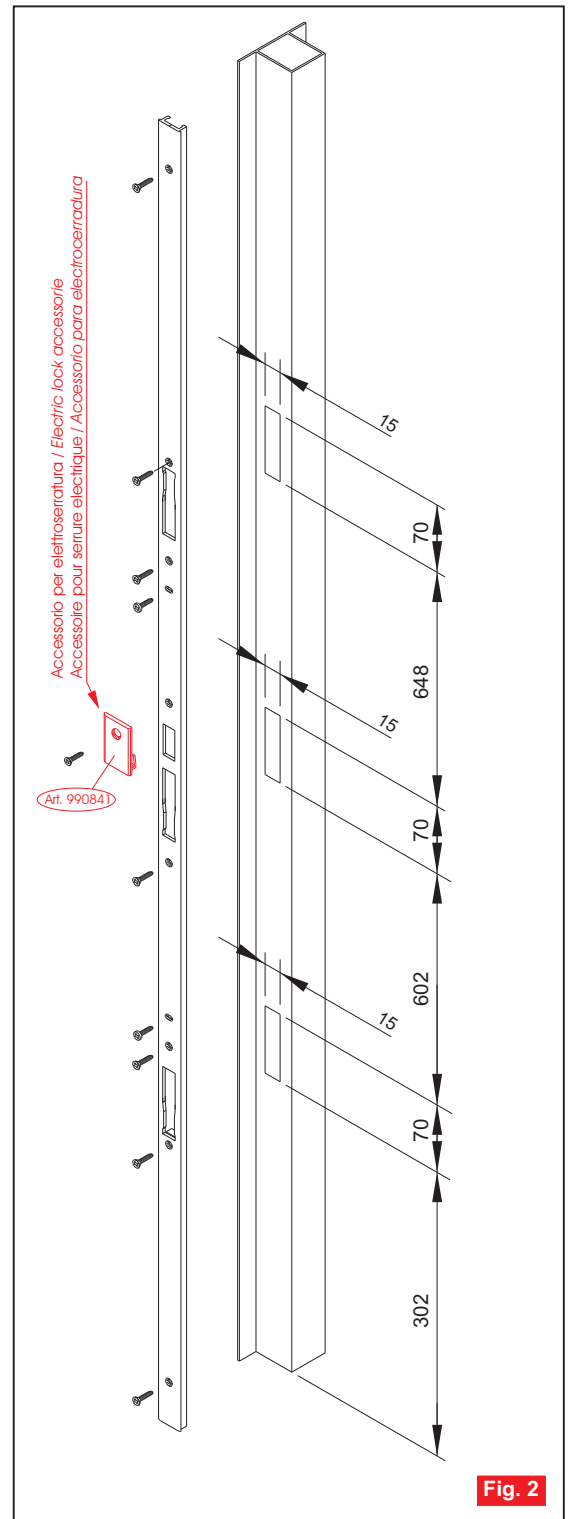

Fig. 2
- Eseguire sul profilo le cave di riscontro per i catenacci della serratura **Fig.2** considerando che le quote riportate corrispondono a una posizione dell'asse cilindro della serratura di 965 mm dalla base del profilo. Se tale quota è stata mantenuta nel montaggio della serratura non è necessario effettuare la rasatura inferiore della contropiastra. In caso contrario sottrarre alla quota 302 mm la differenza tra i 965 mm e la quota effettiva dell'asse del cilindro.
- Carve bolts locations on the profile **Fig.2** considering that the quoted dimensions refer to the cylinder axis being at 965 mm from the profile base. If this dimension has been kept during assembling, the lower shaving of the striking plate is not necessary. If not, subtract from the dimension 302 mm, that is the difference between 965 mm and the actual dimension of the cylinder axis.
- Evidez sur le profil les rainures pour les verrous de la serrure **Fig.2** en tenant compte que les cotes indiquées correspondent à une position de l'axe du cylindre de 965 mm à partir de la base du profil. Si l'on a respecté cette cote pendant le montage de la serrure il n'est pas nécessaire d'effectuer le rasage inférieur de la gâche. Dans le cas contraire, on doit soustraire de la cote 302 mm, c'est-à-dire la différence entre les 965 mm et la cote de l'axe du cylindre.
- Realizar en la sección los canales para los pestillos de la cerradura **Fig.2** considerando que los datos señalados corresponden a una posición del eje del cilindro de la cerradura de 965 mm desde la base de la sección. Si tal dato ha sido mantenido durante el montaje de la cerradura no es necesario efectuar la limadura inferior de los cerraderos posterior. En caso contrario restar a la cifra 302 mm la diferencia entre los 965 mm y la medida efectiva del eje del cilindro.